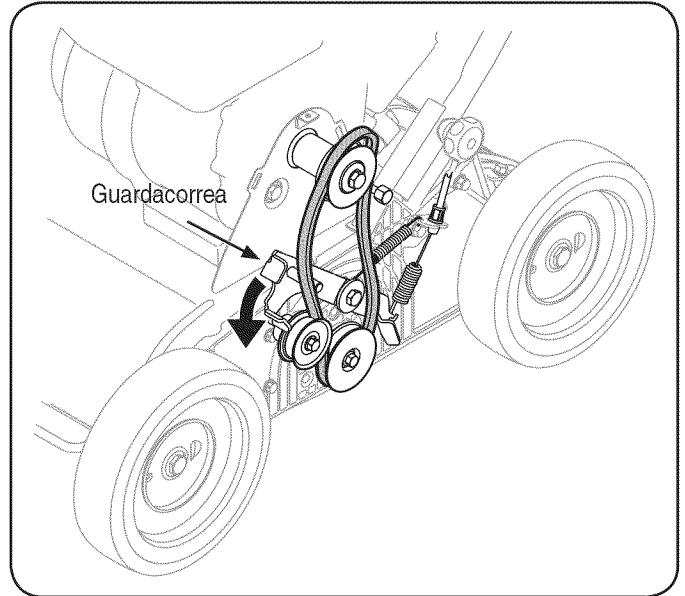

Figura 16
3. Saque la correa jalando hacia arriba y afuera de la polea superior. Empuje el guardacorrea hacia abajo para soltar la correa de la polea inferior. Vea la Figura 16.
3. Extraiga los seis tornillos del lado derecho e izquierdo. Vea la Figura 16.